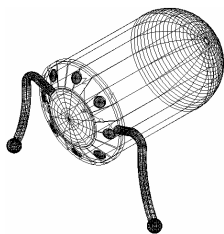

图 6-2-27 镜像处理
(8) 镜像处理。在命令行中输入 MIRROR 命令并按回车键, 根据命令行的提示进行操作, 选择音箱脚和球体为镜像对象, 指定 (0,0) 和 (0,1) 为镜像线上的第一点和第二点, 进行镜像处理, 结果如图 6-2-27 所示。